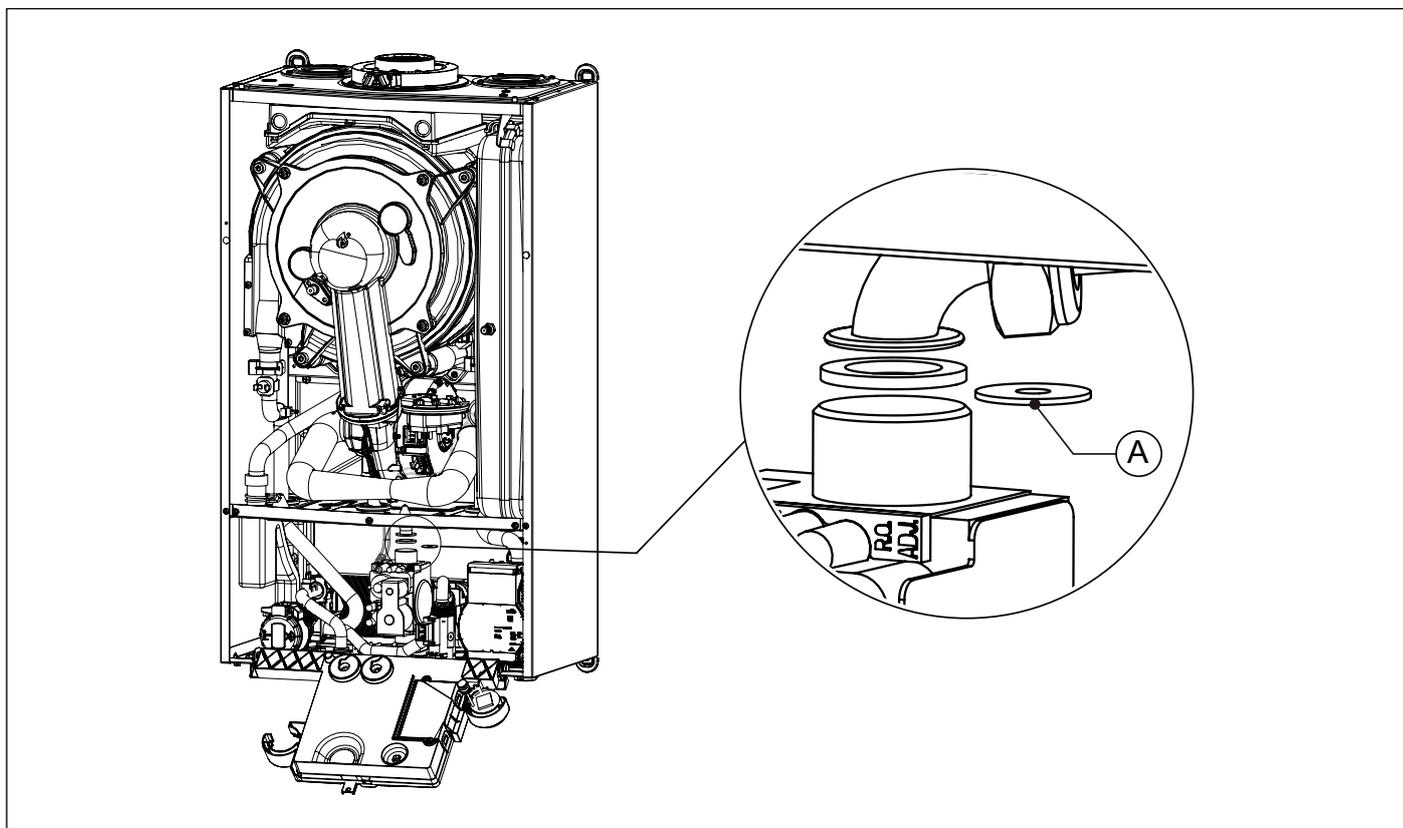

Fig. 24 Înlocuirea diafragmei de gaz
- Deconectați teava de pe vana de gaz (consultați Fig. 24 Înlocuirea diafragmei de gaz).
- Înlocuiți diafragma de gaz (A) cu diafragma nouă de gaz (consultați Fig. 24 Înlocuirea diafragmei de gaz și Tab. 11 Diametrul diafragmelor de gaz (mm)).